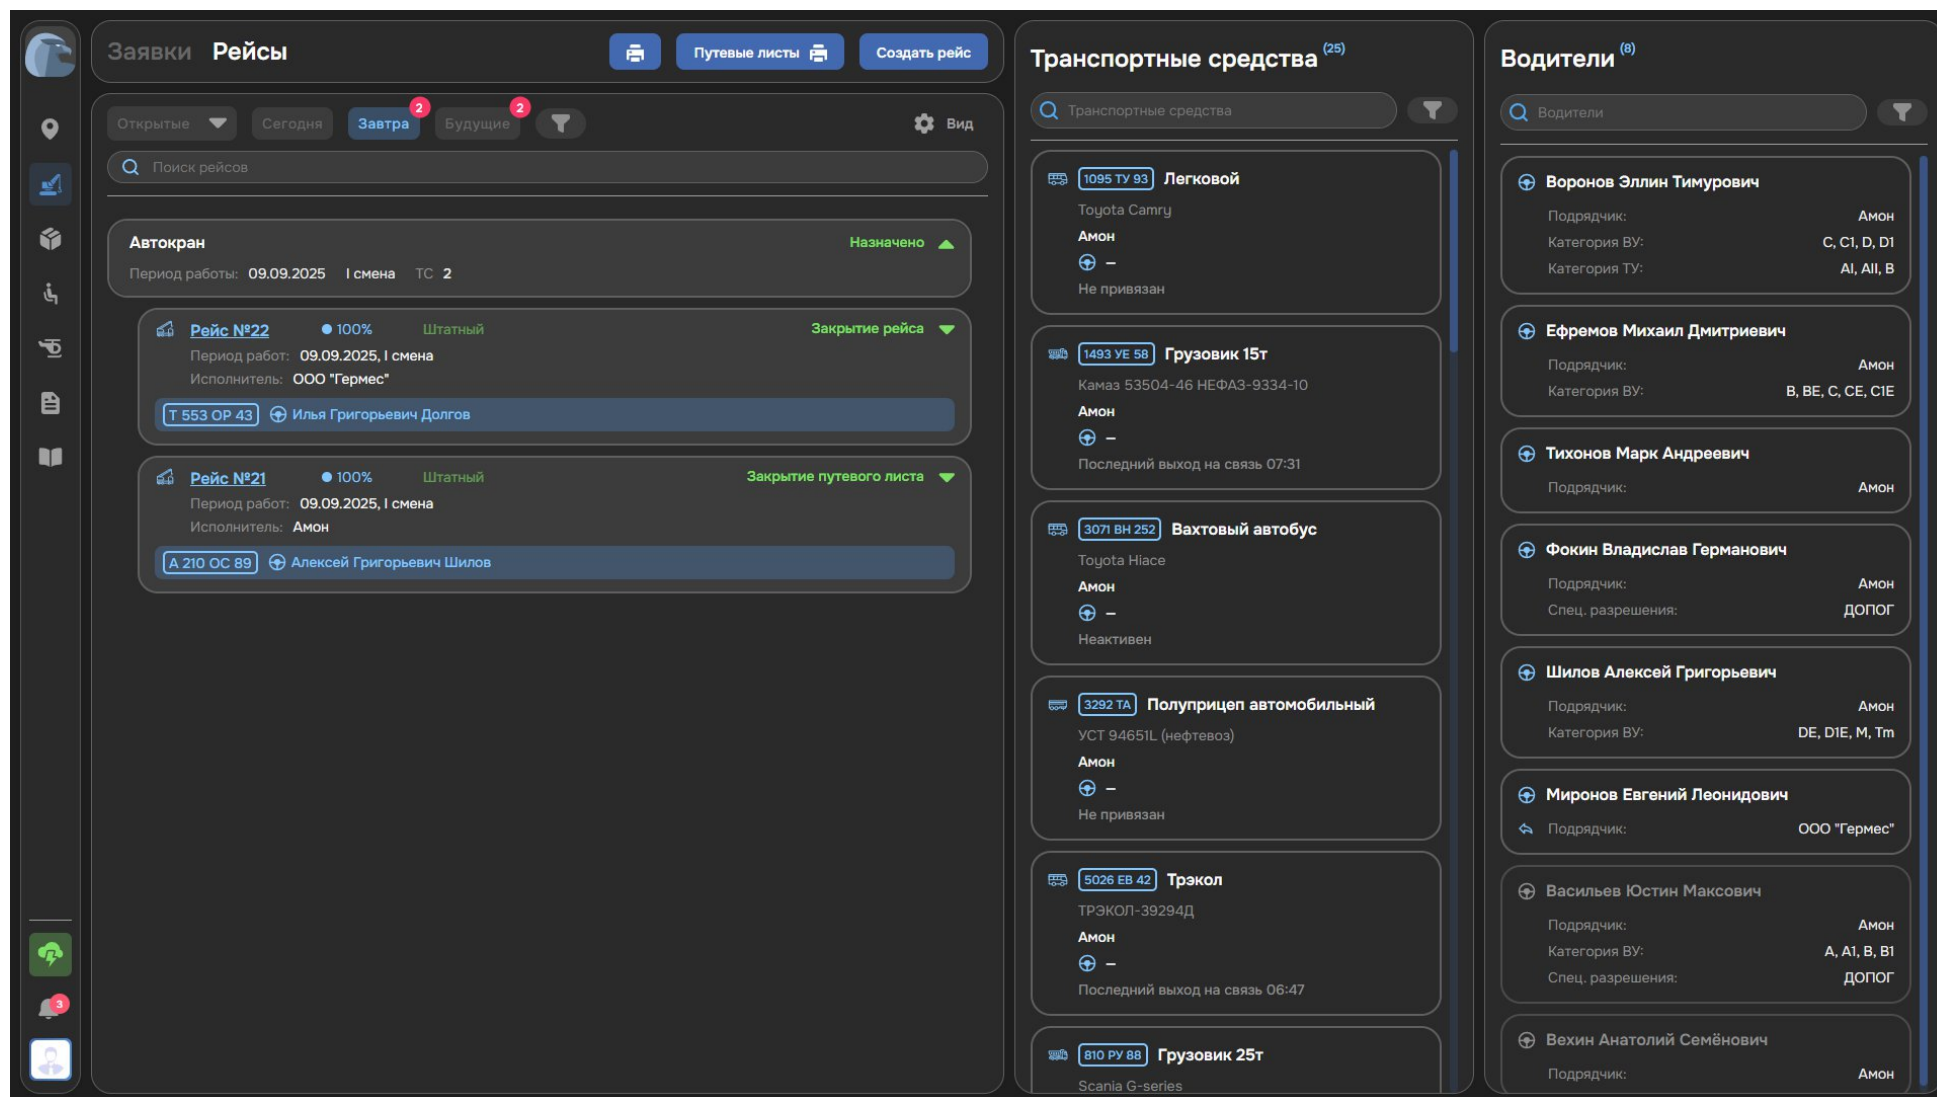

Рисунок 66. Вкладка «Рейсы» раздела «Спецтехника»
2. Перейдите во вкладку «Рейсы» (см. Рисунок 66).